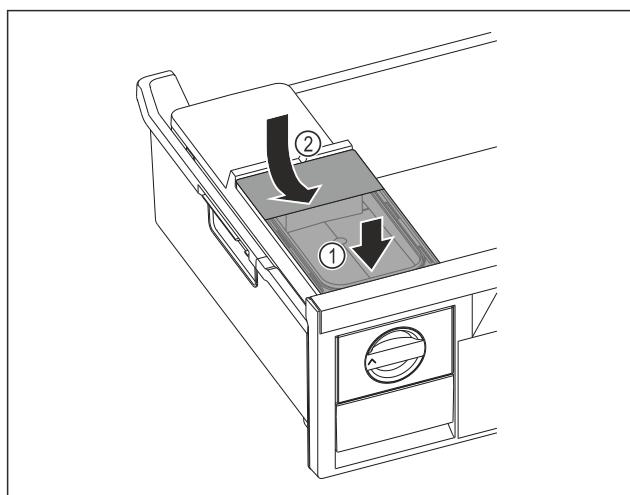

Fig. 124
- Watertank aan de voorkant plaatsen. Fig. 124 (1)
- Watertank aan de achterkant laten zakken. Fig. 124 (2)